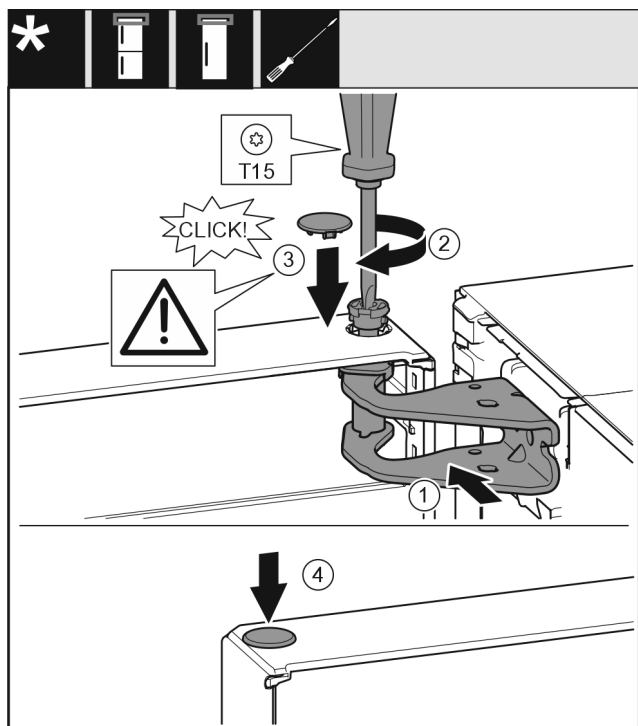

Fig. 21
- Вирівняйте двері зверху з отвором в опорному кронштейні Fig. 21 (1).
- Вставте штифт Fig. 21 (2) та закрутіть за допомогою викрутки.
- Вставте кришку Fig. 21 (3).
- Перевірте, щоб кришка Fig. 21 (3) щільно прилягала до дверей.
- Вставте кришку Fig. 21 (4).